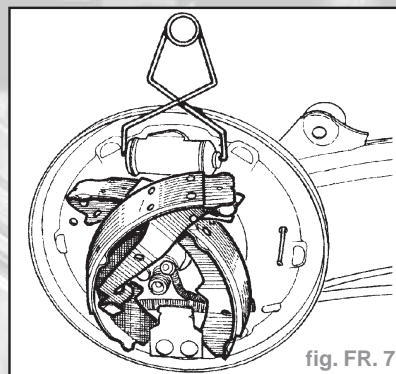

fig. FR. 7
- Déposer les segments en les croisant sur la fusée afin de dégager le ressort inférieur de derrière la patte du point fixe (fig. FR. 7).